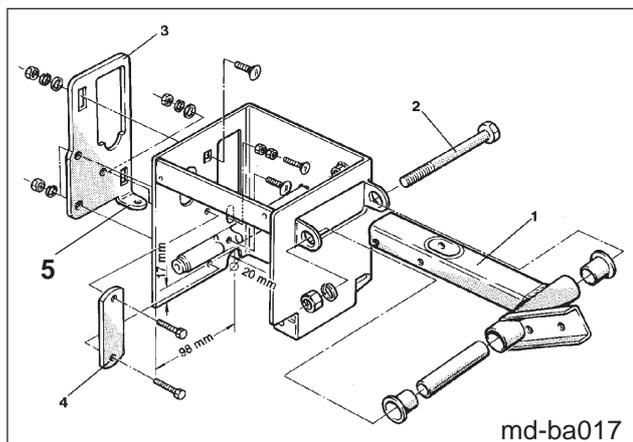

Fig. 18.44
- Bedienungshebel (Fig. 18.44/1) nach dem Lösen der Skt.-Schraube M 10 x 100, DIN 931 (Fig. 18.44/2) entfernen
- Anschlagplatte (Fig. 18.44/3) von außen am Schaltkasten befestigen
- Aussparung für die Lasche (Fig. 18.44/5) anhand der Zeichnung Fig. 18.44 aus der Wand des Schaltkastens herausfräsen
- das Flacheisen (Fig. 18.44/4) dient zur Befestigung der hydraulischen Anbauteile und ist später mit diesen Teilen zu verschrauben